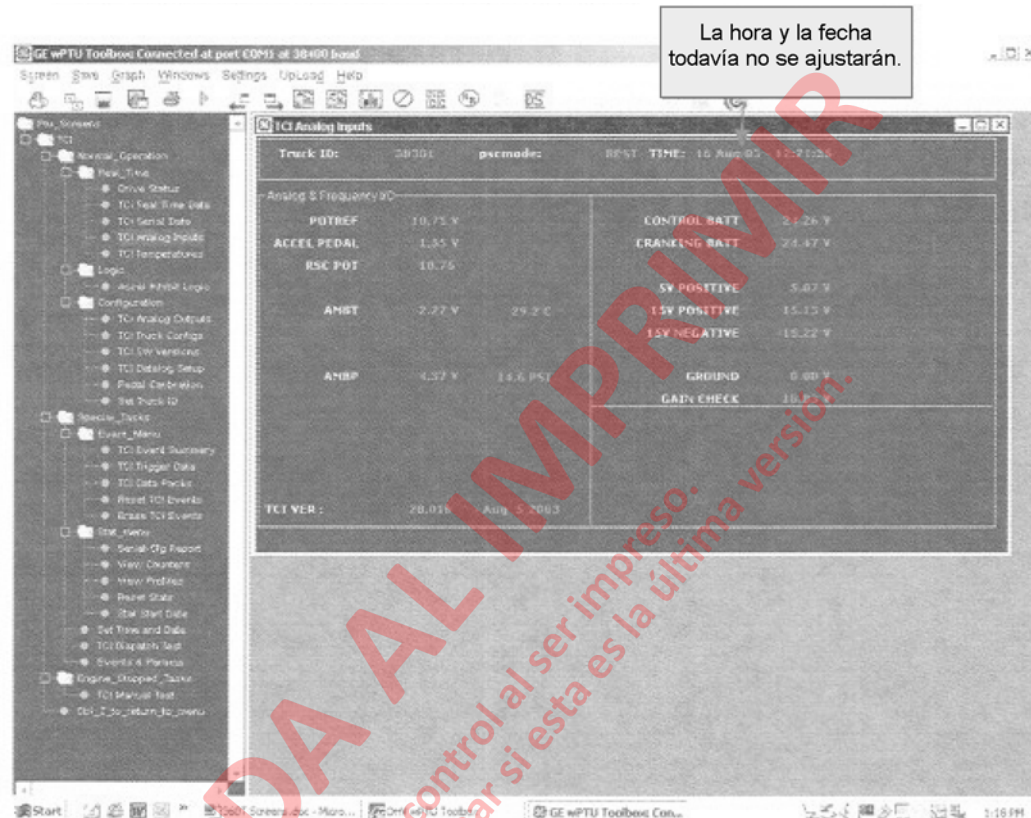

FIGURA 3-9. PANTALLA DE ENTRADAS ANÁLOGAS DE LA TCI
- Verifique que los valores análogos sean similares a los del ejemplo de la Figura 3-9.